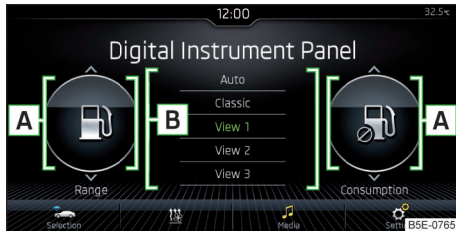

Fig. 37
- ▶ În zonele **A** » fig. 37, selectați informațiile suplimentare dorite printr-o mișcare verticală a degetului pe afișaj.